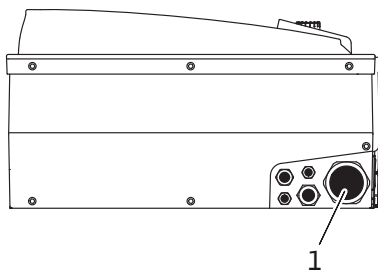

Fig. 22: Kabelverschraubung M40
- Die Netzananschlussleitung ist durch die Kabelverschraubung M40 (Fig. 22, Pos. 1) zu führen.